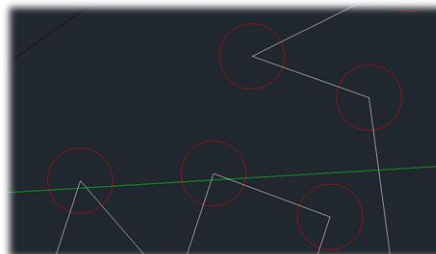

Рисунок 5. Иллюстрация дважды проходящей через диод линией коммутации
- сечение провода рассчитывается, исходя из максимальной Силы тока на выходе блока питания и протяжённости линии связи от источника питания до нагрузок (**Рисунок 5**);